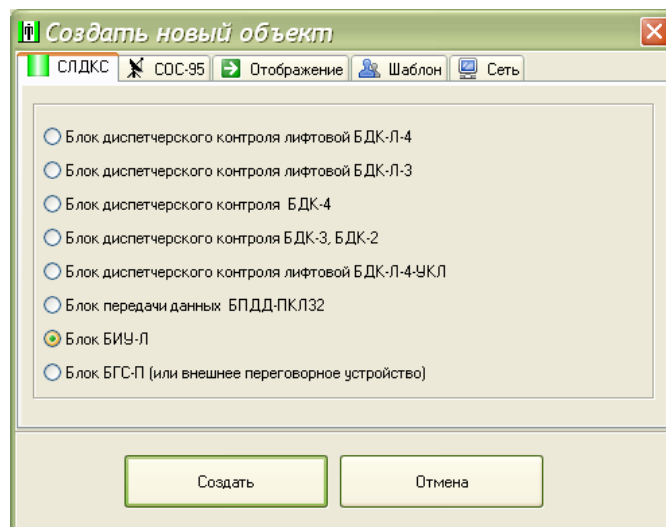

Рисунок 22
1) В контекстном меню выбрать пункт «Создать новый объект», на вкладке «СЛДКС» выбрать блок БИУ-Л (рисунок 22).